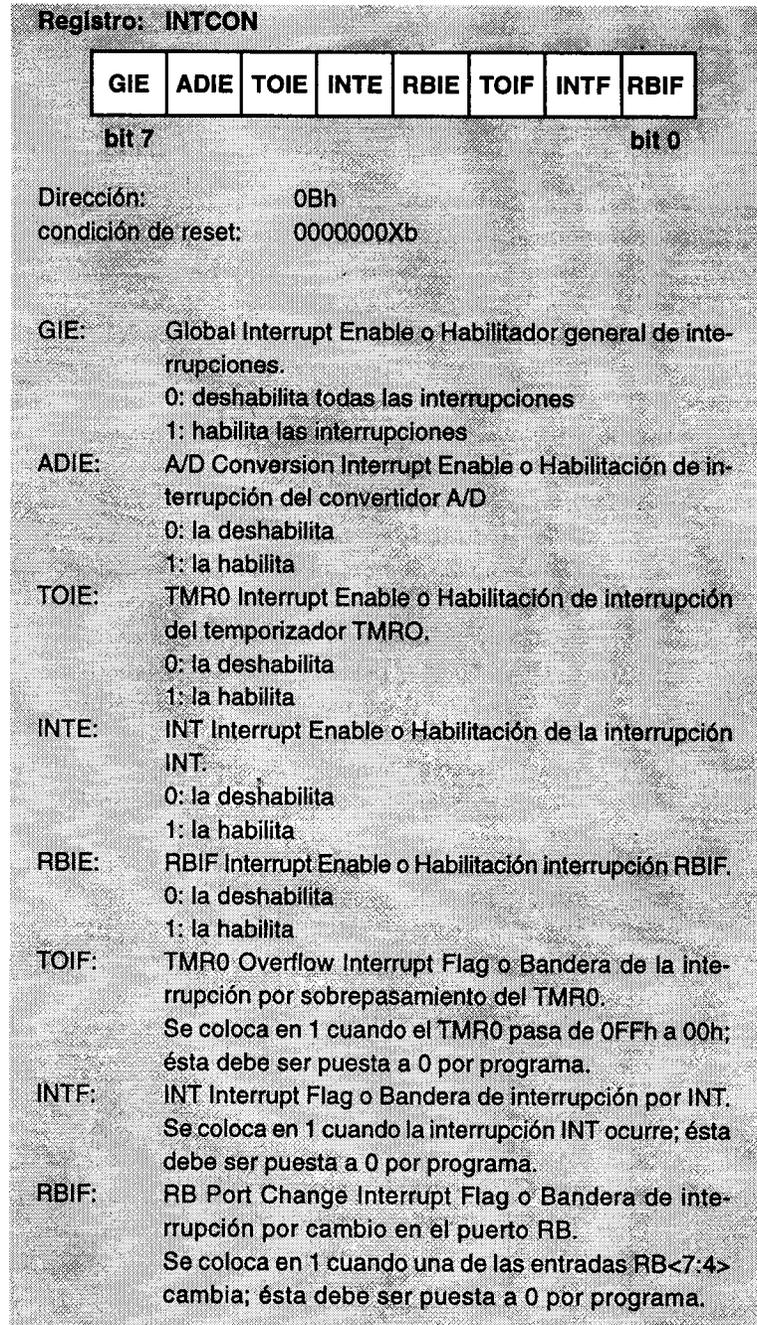

**Figura 3.15.** Registro ADCON0
**08h o ADCON0: Registro de control del convertidor.** Este registro, junto con ADCON1 se dedica al control del convertidor análogo a digital. Los bits que éste contiene y la función que cumplen se muestran en la figura 3.15.